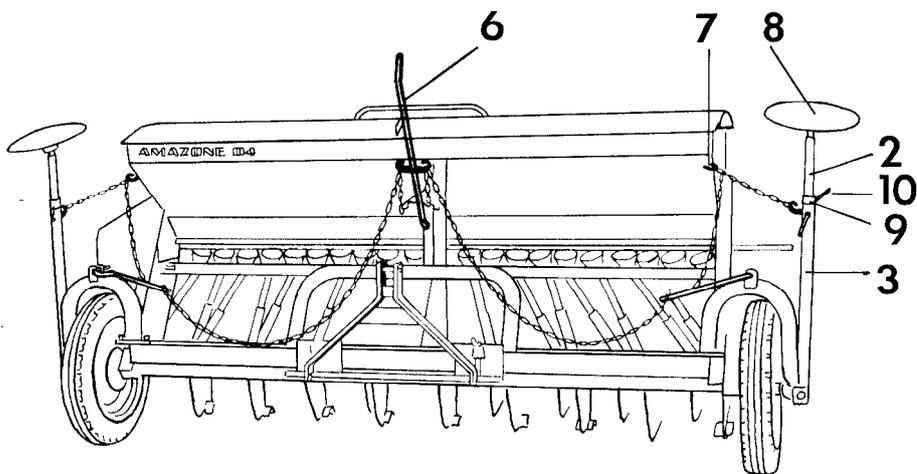

Abb. 3
Die Spurscheibe (siehe Abb. 3) ist schräg angeschweißt. Durch Drehen des Verstellrohres (2) in seinem Halterohr (3) kann je nach Bodenart die Spurscheibe so eingestellt werden, daß eine deutliche Spur auf dem Boden angerissen wird.
Achten Sie bitte darauf, daß sich hierbei die Spurscheiben über dem Vorratsbehälter befinden (s. Abb. 3). Gegebenenfalls sind die Verstellrohre (2) ein Stück herauszuziehen. Zum schnellen Einstellen des einmal festgelegten Spurreißermaßes dient der Anschlagring (9), der mit Knebelschraube (10) festzustellen ist.